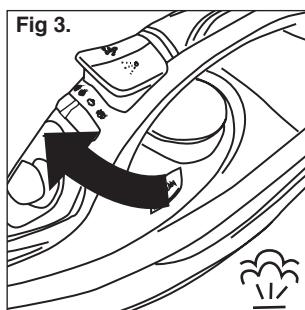

Fig 4.
- Seleccionar la máxima temperatura de la plancha, girando el en sentido horario el regulador de temperatura de la plancha. (Fig 4)
- Pasar la plancha de arriba abajo pulsando el mando vapor (B). Importante: para el algodón y el lino se aconseja poner la base de la plancha en contacto con el tejido. Para otros tejidos más delicados se aconseja tener la base de la plancha a unos centímetros de distancia.